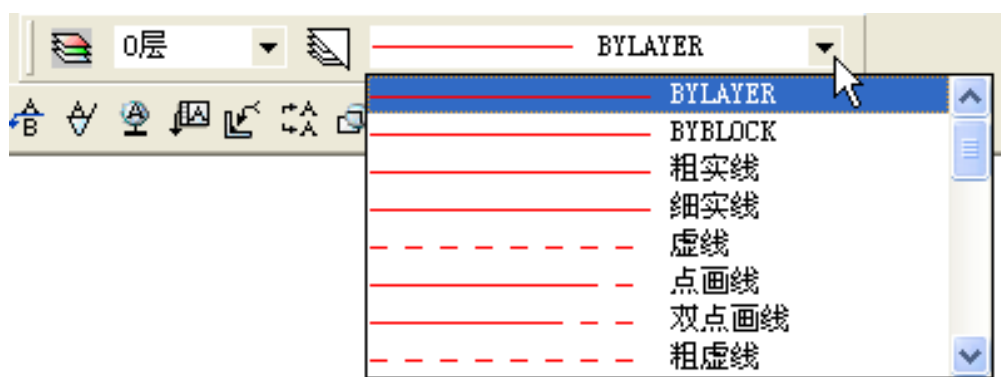

图 9-10 当前线型选择列表框
4) 如图 9-10 所示【线型选择】下拉列表框中列出了当前图形文件中的所有线型，用户可从中选择一个作为当前线型。